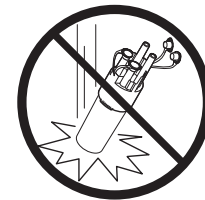

図1 マニホールドの取扱いは慎重に
- マニホールドを落としたり取扱いを誤ったりした場合は、決して使用しないでください (図1)。指示に従わないと、漏れが生じ、患者や医療スタッフに傷害が及ぶことがあります。